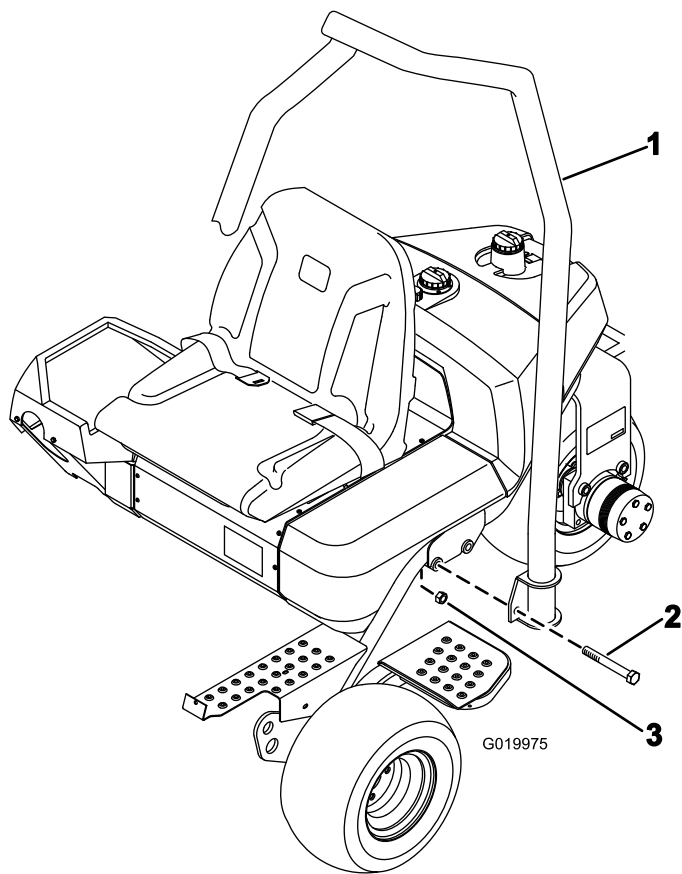

Figure 4
1. Positionnez l'arceau de sécurité de sorte que la partie courbe en haut du tube soit dirigée vers l'avant de la machine (Figure 4).
2. Abaissez l'arceau de sécurité sur le cadre en l'alignant sur les trous de fixation (Figure 4).
3. Fixez chaque côté de l'arceau de sécurité au cadre avec 2 boulons ($\frac{5}{8}$ " x $4\frac{1}{2}$ ") et contre-écrous, comme montré à la Figure 4.